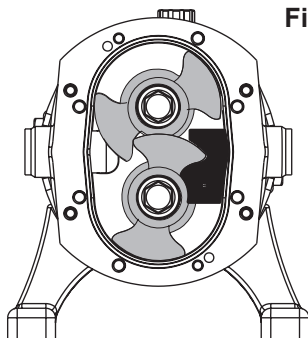

Fig. 8
5. Sätt tillbaka rotorns låsbit enligt fig. 8.
6. Lossa hjälpxaxelns (39) lagers låsmutter (50).
7. Ta bort lagrets mutter (50) och låsbricka (49).
8. Ta bort rotorerna (35) enligt beskrivning i avsnitt 4.2.
10. Ta bort rotorhuset (9) och oljetättningsplåten enligt beskrivningen i avsnitten 4.3 och 4.7.
11. Ta bort axlarna (38, 39) från underredet (13) genom att sätta an en kraft på den bakre axeln. Lagren ska då tryckas loss. Ta bort axeln och lagerna.
13. Rengör lagersätena i underredet (13) och på axlarna (38, 39).
14. Montera nya yttre lagerbanor (45b, 48b) och distansbrickor (47) i underredet (13).